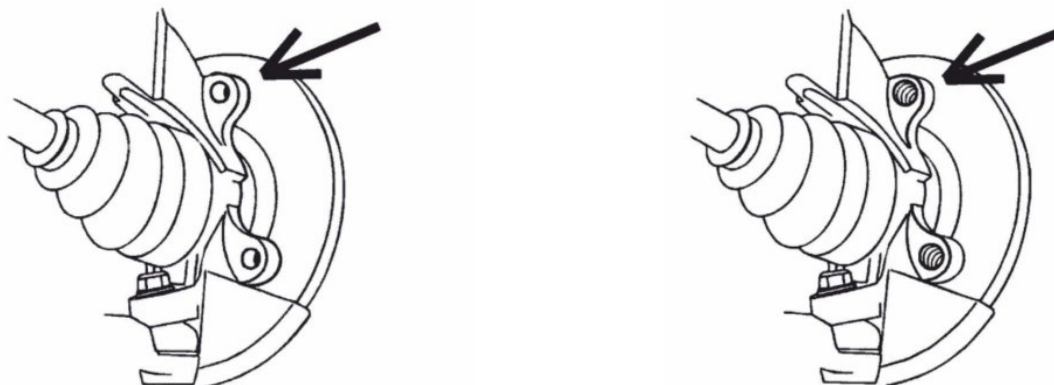

Рисунок 8
**7.2.1** См. рис. 8 и 9, на них показаны отверстия для крепления суппорта